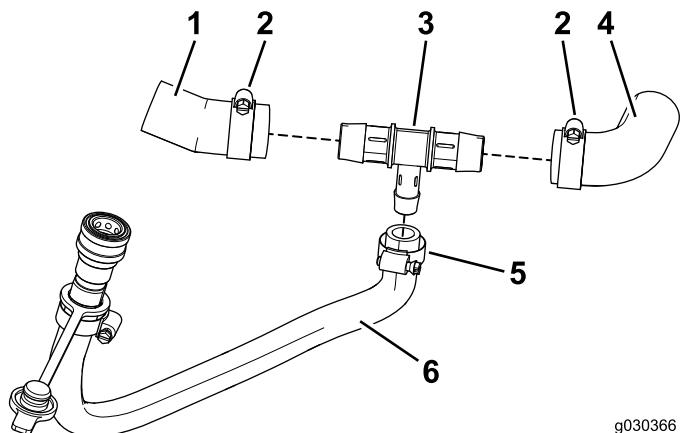

Figura 31
4. Disponha as metades esquerda e direita do tubo no encaixe em T (Figura 31).
5. Utilize as braçadeiras de tubos grandes para prender o tubo ao encaixe em T (Figura 31).